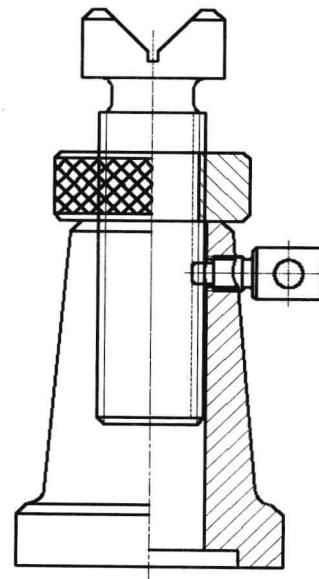

图 6-6-5
(6) 用同样方法，插入“紧固螺钉零件图.dwg”图形，单击“移动”按钮 搬 ，单击“移动”按钮 搬 ，移动螺钉位置如图 6-6-5 所示。